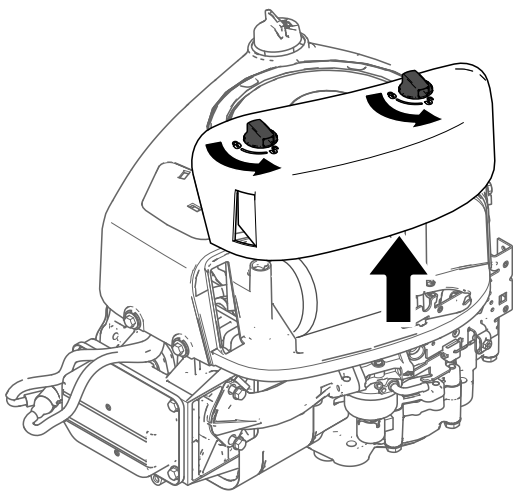

Figura 37
3. Instale a cobertura e prenda-a com os trincos (Figura 37).